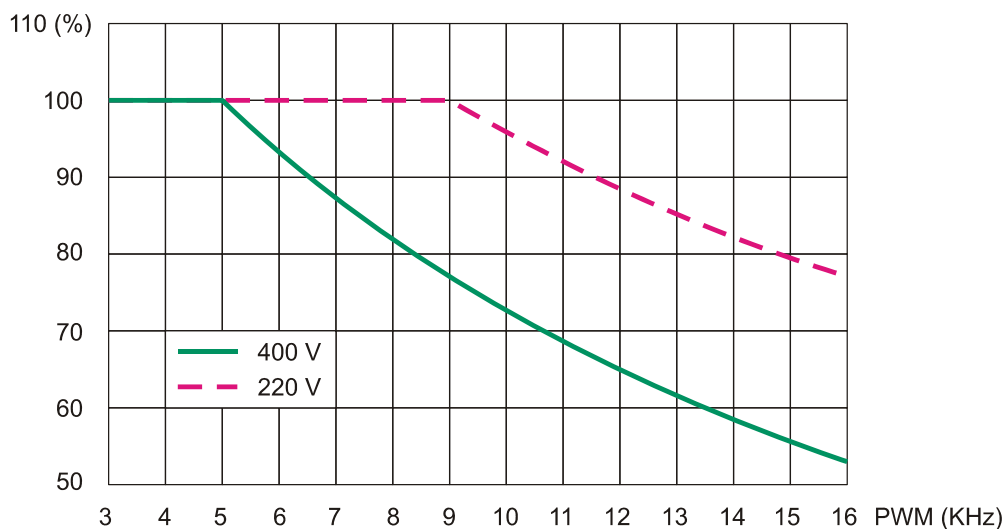

FIG. 4 (Declassamento convertitore per mod. da 03A÷110A / Converter derating for mod. 03A÷110A)
- (1) La connessione C56 stabilisce il tipo di sovraccarico.
(2) Corrente nominale per uso continuativo a 5kHz PWM. Nella FIG.4 è riportato l'andamento del declassamento automatico in funzione della frequenza di PWM (P101) e della tensione di alimentazione alternata (P87).
(3) Temperatura ambiente ammessa fino a 45 °C. in questo caso declassare la corrente a 88% In.
(4) Per altitudine superiore ai 1000 m SLM declassare la corrente dell'1% ogni 100 m.
- (1) Connection C56 determines the type of overload.
(2) Rated current for continuous duty at 5kHz PWM. FIG.4 shows the automatic derating pattern as a function of PWM frequency (P101) and AC supply (P87).
(3) Allowable ambient temperature up to 45 °C. In this case, derate current to 88% In.
(4) At altitudes above 1000 m above sea level, derate current by 1% each 100 m.